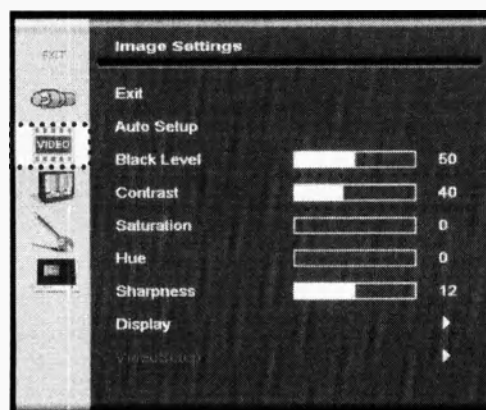

Рисунок 166
- для настройки контрастности (см. рисунок 166):